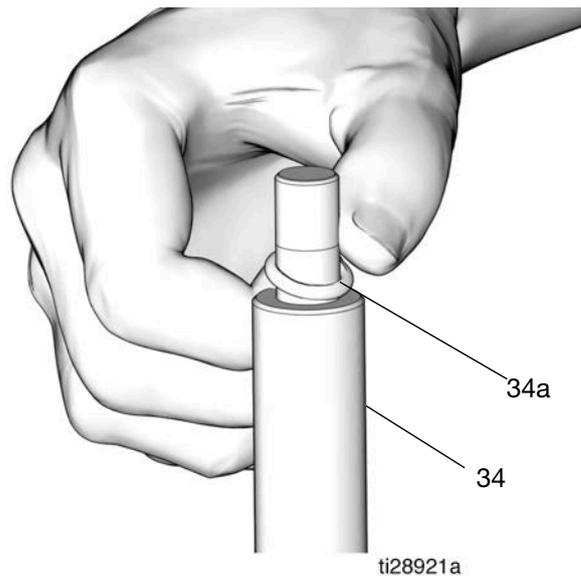

FIG. 24
21. Utilizzare un uncino per rimuovere l'O-ring (34a) dall'asta del pistone (34) (FIG. 24).